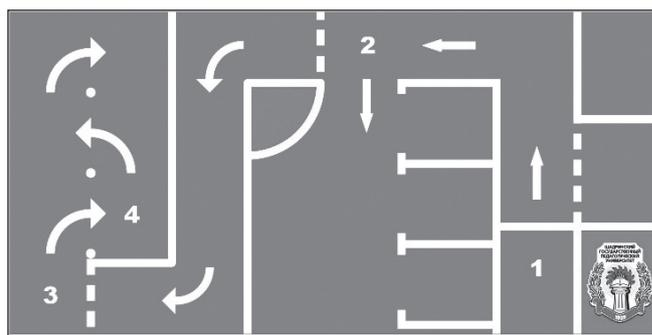

Рис. 1. Полигон № 1
**На полигоне № 1** (рис. 1) участники могли выполнить пять разных заданий. Полигон представляет собой поле из баннерной ткани размером 1200 × 2400 мм. Основной цвет поля — серый, разметка — белого цвета, ширина штриха — 30 мм. Зоны зеленого цвета не предназначены для перемещения робота. В угловых частях разметки и на белых точках расставлены объемные конусы, которые запрещено сбивать. Для удобства ориентирования на полигоне расположены цифровые отметки.